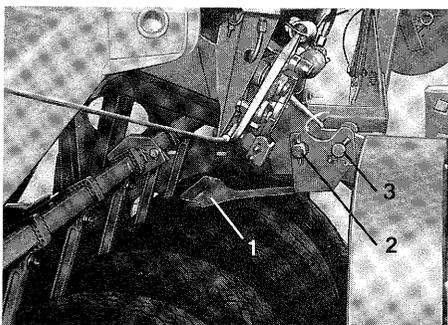
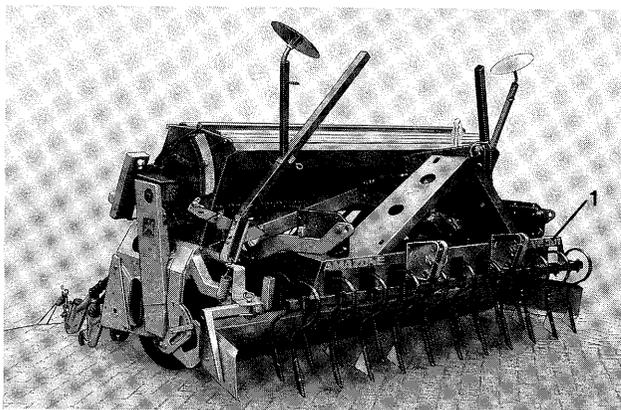

Fig. 16
Fig. 25
Le dispositif de freinage est actionné par le bras support inférieur gauche ou droit du semoir porté. Le bras support est relié à un levier-frein (fig. 16/1). Lorsque le semoir est relevé, le bras support se déplace vers le haut et repousse la semelle de freinage du levier-frein qui appuie sur la bande de roulement de l'un des pneus du rouleau-pneumatiques, stoppant immédiatement sa rotation.
- Glisser le levier frein (fig. 16/1) avec la découpe par l'avant par-dessus l'axe de fixation du bras support (fig. 16/2).
- Fixer au bras support le levier frein en utilisant l'axe (fig. 16/3) et en goupillant en sécurité.
Lorsque le semoir porté sur rouleau-pneumatiques n'est pas utilisé avec un outil de préparation de sol animé, on peut si le sol a été suffisamment préparé, employer le Vibrazone AMAZONE (fig. 25/1).
6.1 Le Vibrazone AMAZONE (VE)
Pour accoupler le Vibrazone AMAZONE (VE) (fig. 25/1) au semoir porté sur rouleau-pneumatiques, opérer comme pour le montage du Cultimix (voir manuel d'utilisation Cultimix, chapitre 5). En se conformant à la figure 25, monter les bras supports (fig. 13) avec le levier de freinage (fig. 16/1) et le tirant supérieur, puis régler l'aplomb du semoir porté.